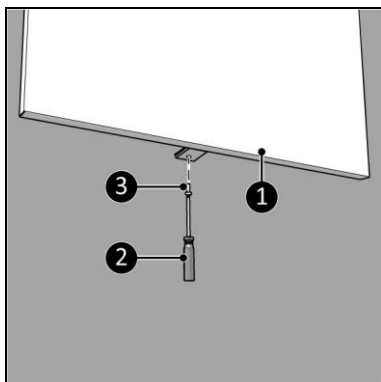

Figura 9
10. Însurubați și strângeți dispozitivul (Figura 9, poziția 1) cu un șurub mic (Figura 9, poziția 3) pe suportul de perete folosind o șurubelniță Phillips (Figura 9, poziția 2).